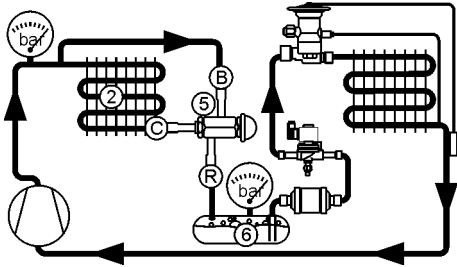

Fig. 1
- НР Регуляторы должны быть установлены в соответствие с Рис. 1. В целях регенерации тепла и для параллельного соединения смотрите Рис. 2-6 и 7.
- Установите соединения в соответствие с Рис. 1 (Порты С, В, и R) .